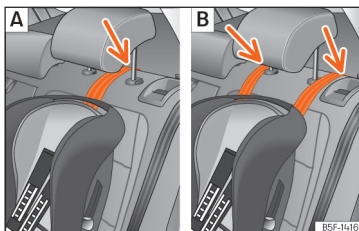
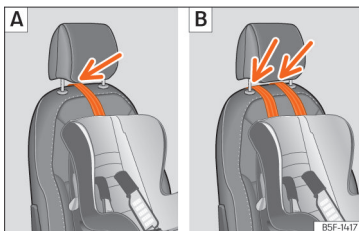

Abb. 47 Rücksitz: Einstellung und Einbau unter Verwendung des Top Tether-Gurts.
Abb. 48 Beifahrersitz: Einstellung und Einbau unter Verwendung des Top Tether-Gurts.
- Führen Sie den Gurt unter der Kopfstütze durch (in Abhängigkeit der Gebrauchsanweisungen des Kindersitzes ggf. Kopfstütze anheben oder entfernen) »» [Abb. 47]. »» [Abb. 48].